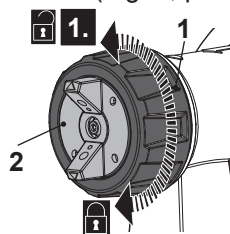

Fig. 6
- > Rode a porca de união (1) no sentido dos ponteiros do relógio para a desapertar (Fig. 6, passo 1) até que o tampão de ar (2) possa ser rodado suavemente (quando visto a partir da posição do operador).